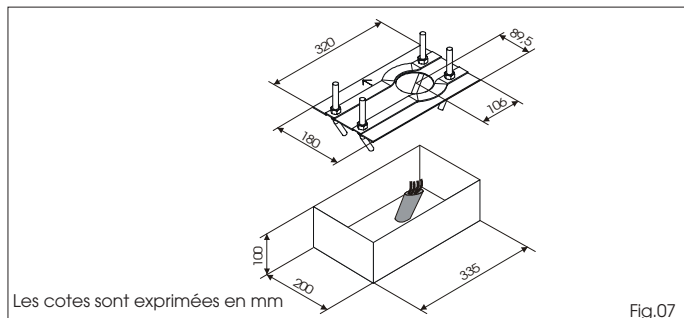

Fig.07
- 3- Après avoir déterminé la position de la plaque de fondation, réaliser une base d'après la Fig. 07 et sceller la plaque en prévoyant plusieurs gaines pour le passage des câbles. Vérifier l'horizontalité parfaite de la plaque avec un niveau à bulle. Attendre que le béton prenne.